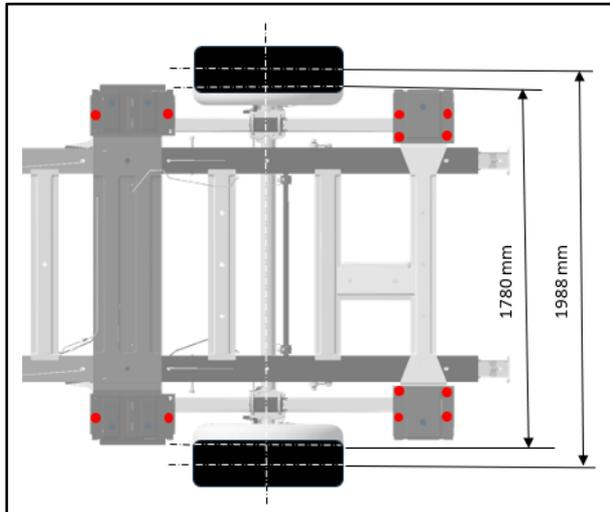

Fig. 2: tipo di asse posteriore con carreggiata normale e larga
- Versione dell'asse posteriore: carreggiata normale (1780 mm) o carreggiata larga (1988 mm) (si veda fig. 2)